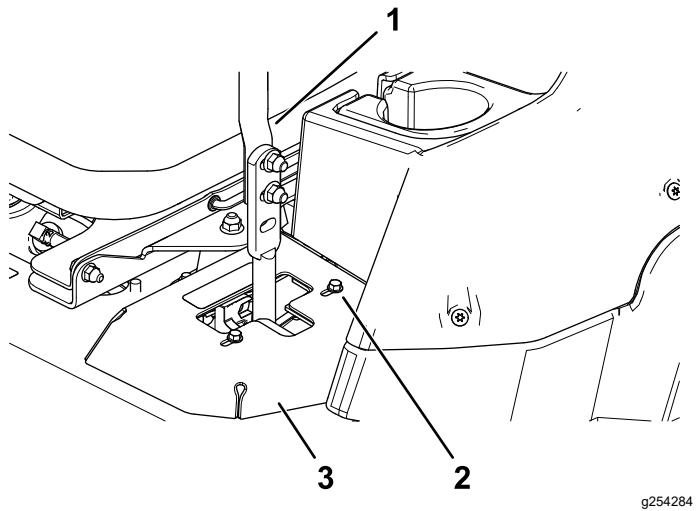

Figure 46
- Si la machine se déporte à droite, desserrez les boulons et reculez la plaque de butée gauche dans la fente en T gauche, jusqu'à ce qu'elle se déplace en ligne droite (Figure 46).
- Si elle se déporte à gauche, desserrez les boulons et reculez la plaque de butée droite dans la fente en T droite, jusqu'à ce qu'elle se déplace en ligne droite (Figure 46).
8. Serrez les boulons de la plaque de butée (Figure 46).